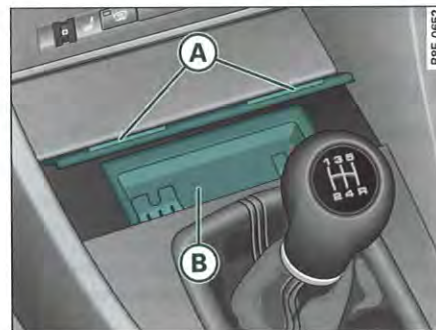

Fig. 119 Console centrale : cendrier ouvert
- Appuyez légèrement sur la moulure avant du cendrier (A) ⇒ fig. 119.
- Saisissez le boîtier du cendrier (B) ⇒ page 114, fig. 119 par les échancrures latérales et sortez-le en le tirant vers le haut.